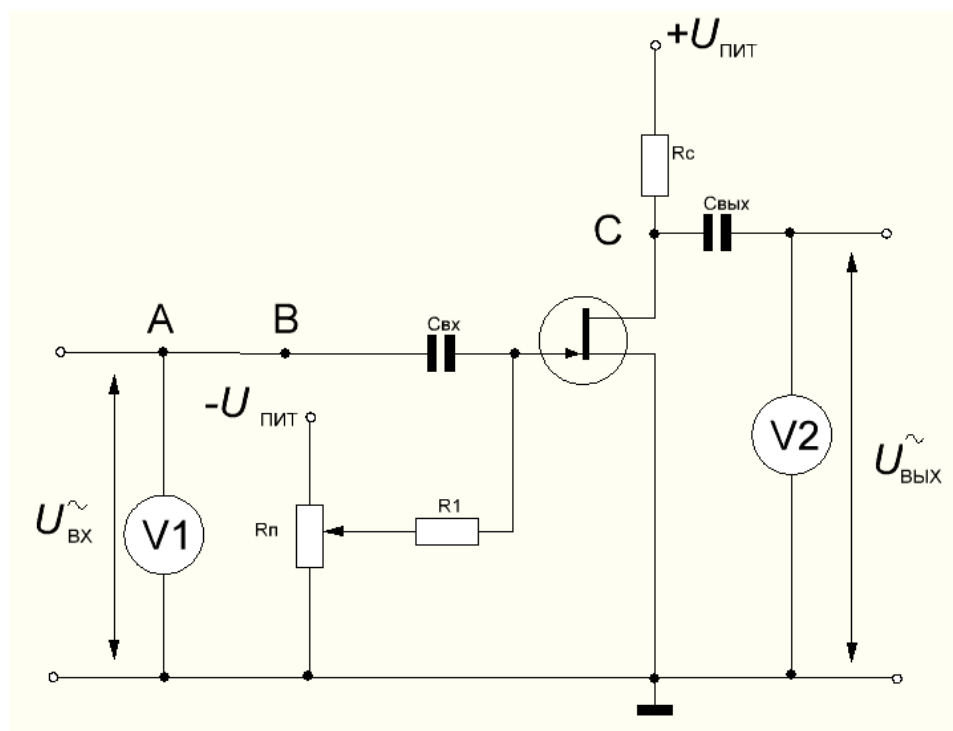

Рис. 9.8
- Соберите на наборном поле цепь усилительного каскада с ОИ (Рис. 9.8). Для управления напряжением смещения замените потенциометр на 10 кОм. Последовательно с источником переменного сигнала и на выходе включены конденсаторы для развязки цепей постоянного и переменного тока. На входе между точками А и В включена перемычка для подключения добавочного сопротивления  $R_{доб}$ . Измерение входного и выходного напряжений осуществляется осциллографом и двумя мультиметрами. Один канал осциллографа подключается к точке А, второй к точке С (стоку полевого транзистора). Номиналы элементов представлены в таблице 9.4.